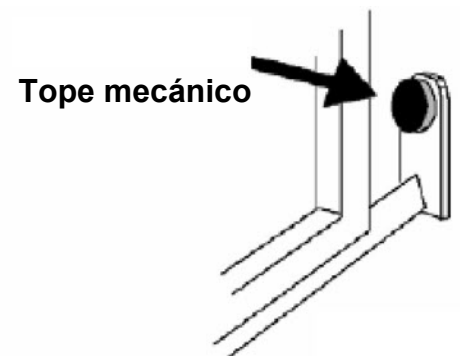
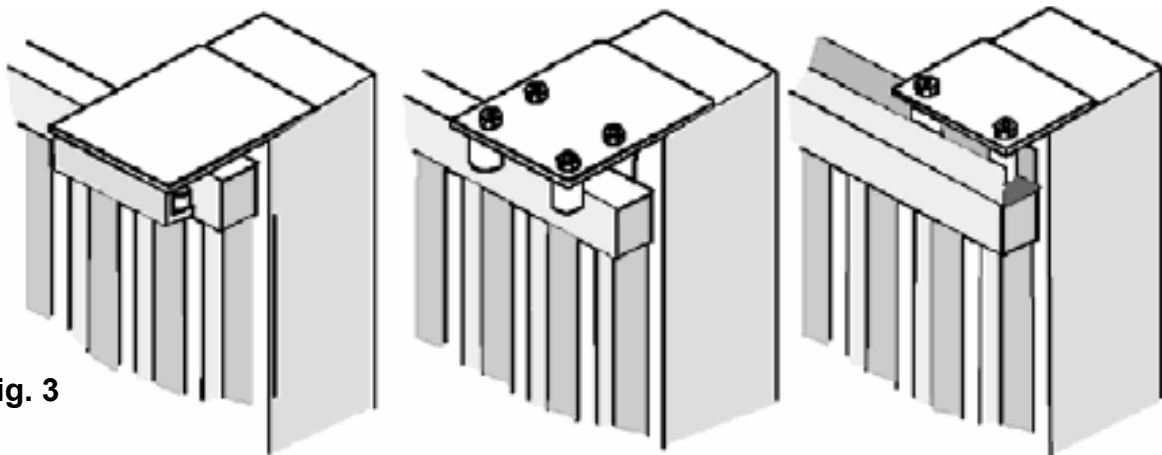

Fig. 2
Fig. 3
- Antes de proceder al montaje del automatismo controlar el buen funcionamiento de la cancela. Asimismo es conveniente verificar que la guía de desplazamiento a tierra (**Fig. 1**) no presente malformaciones, que se encuentre perfectamente nivelada y que el tope mecánico en apertura esté presente (**Fig. 2**), para evitar que la cancela salga de las guías superiores (**Fig. 3**).
- Verificar que la guía de desplazamiento superior (**Fig. 3**) esté fijada firmemente y que la cancela se desplace libremente.
Fijar firmemente la cremallera en la cancela, dejando una distancia de 2 a 3 mm. desde el piñón del motor (Fig.3).